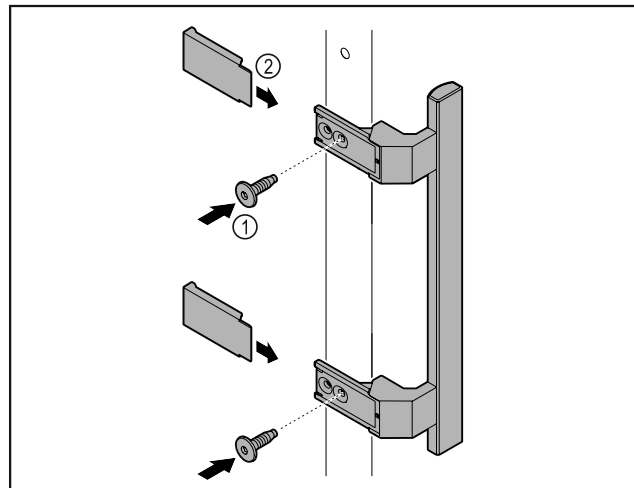

Fig. 48
- Fixer la poignée à la porte à l'aide des vis Fig. 48 (1) fournies.
- Poser les caches Fig. 48 (2).